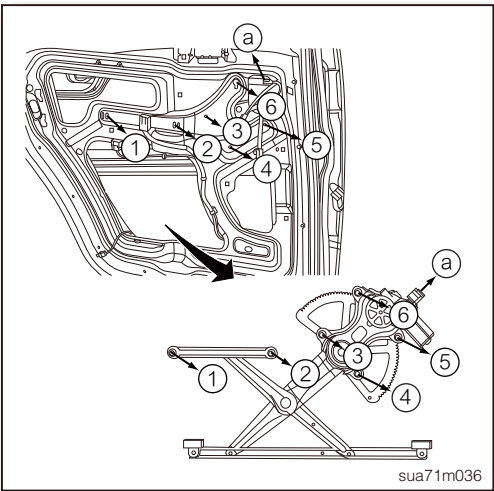

图20
7. 拆开后车门玻璃调整器总成的线束接头a (如图20)。
8. 拆下后车门玻璃调整器总成固定螺栓①~⑥ (如图20)，然后取出后车门玻璃调整器总成。